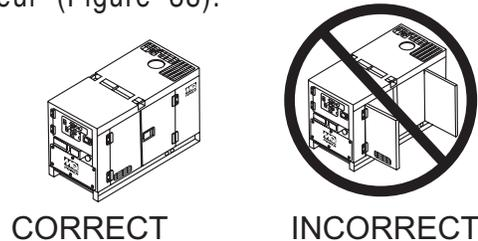

Figure 38. Portes du Coffret du Moteur
4. Fermez toutes les portes de l'enceinte du moteur (Figure 38).